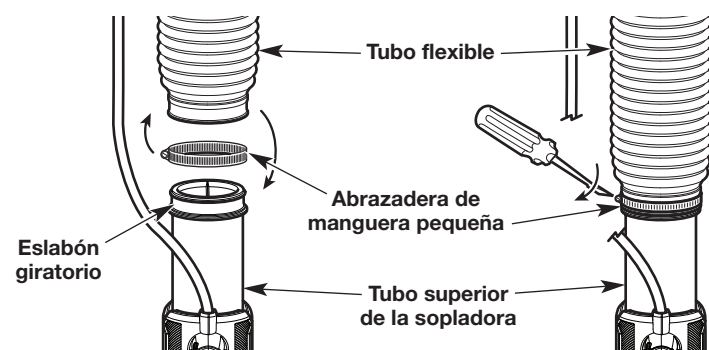

Fig. 2
2. Coloque la abrazadera de manguera pequeña alrededor del extremo pequeño del tubo flexible (Fig. 2).
3. Pase el tubo flexible y la abrazadera de la manguera por encima del extremo superior del tubo superior de la sopladora (Fig. 2).
4. Apriete el tornillo situado en la abrazadera de la manguera con un destornillador plano (Fig. 2).
NOTE: En el tubo superior de la sopladora viene preinstalado un eslabón giratorio. No quite el eslabón giratorio (Fig. 2).